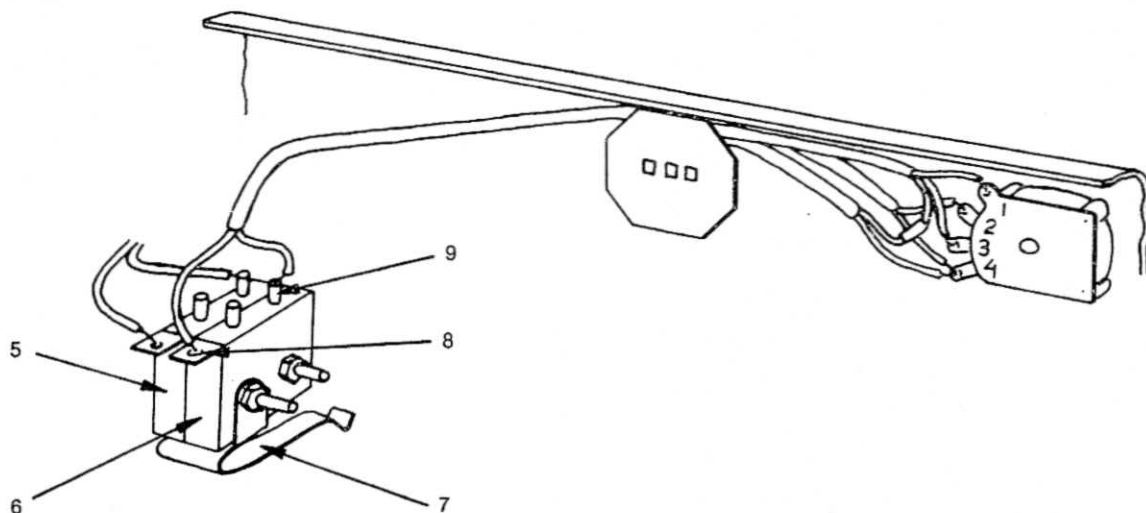

Fig. 8.6.
En ekstra mikrobytter, operert av start/stop magneten, er koplet i serie med ledningen fra potensiometeret VOLUME til utgangsførsterkerens inngang, slik at avspillerfunksjonen legges død ved stopp og tilbake-spuling. (Se fig. 8.6.) Endringen kan lett innføres på apparater med lavere serienummer.
- En skjermet 2-leder koples mellom mikrobytteren (6) og potensiometeret VOLUME (fig. 8.6). Skjermetten forbindes med punkt 1 på potensiometeret.